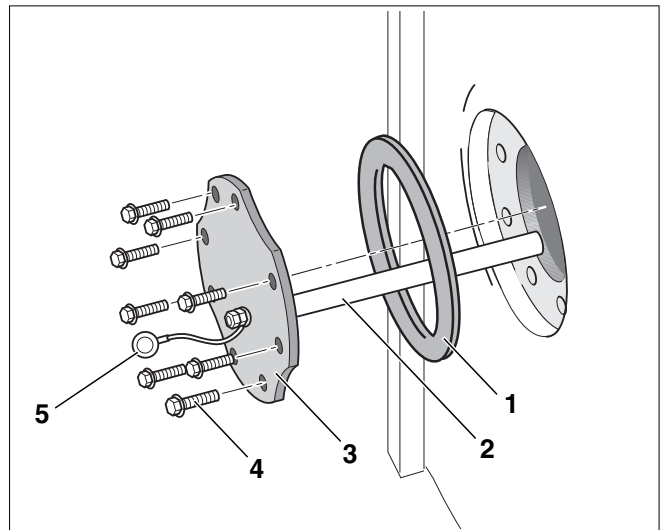

Fig. 14 Démontez la trappe de visite
- Dévisser la vis à tête hexagonale (fig. 14, **pos. 4**) de la trappe de visite (fig. 14, **pos. 3**).
- Retirer la trappe de visite avec l'anode au magnésium (fig. 14, **pos. 2**) et le joint de la trappe de visite (fig. 14, **pos. 1**) du préparateur.